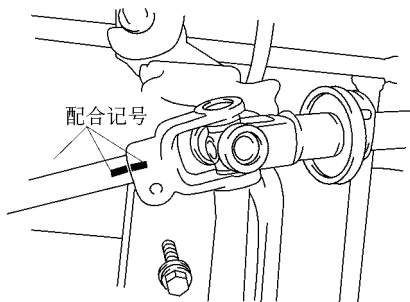

图 16-19 在扭力轴和控制阀轴上作上配合记号
2) 在扭力轴和控制阀轴上作上配合记号，旋下螺栓，如图 16-19 所示。然后将扭力轴拉到锥齿轮侧，脱开万向节。